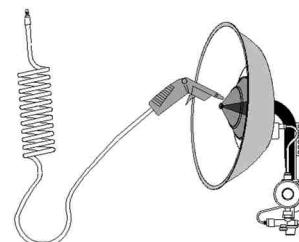
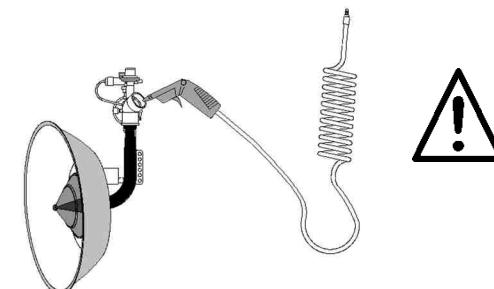

Fig. 14
Fig. 15
a) Limpieza con aire (Fig. 14 y Fig. 15)
- Colocar el radiador de forma vertical con la conexión de gas hacia abajo, y proyecte el aire comprimido por toda la superficie del cono exterior dirigiendo el chorro de aire hacia el cono interno (Fig.14).
Déle la vuelta al equipo y sople el aire comprimido a través de la abertura de entrada de aire. (Fig. 15).
a) Cleaning with air (Fig. 14 and Fig. 15)
- Position the brooder upright, with the gas connection facing down, and direct the compressed air over the entire surface area of the outer cone, aiming the air jet at the inner cone (Fig. 14).
Turn the appliance over and blast the compressed air through the air inlet opening (Fig. 15).
a) Nettoyage à l'air comprimé (Fig. 14 et Fig. 15)
- Placez le radiateur verticalement avec le raccordement de gaz vers le bas, et projetez l'air comprimé sur toute la surface du cône extérieur en dirigeant le jet d'air vers le cône interne (Fig.14).
Retournez le radiateur et projetez l'air comprimé au travers de l'ouverture d'entrée d'air. (Fig. 15).